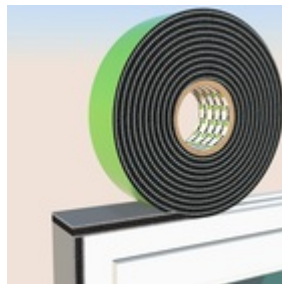

Fig.2
- Vik ner överlappen för att underlätta montaget. (Fig. 2).